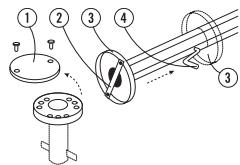

Fig. 2
- Smontare il bullone di unione palo/tubo portante chiudibile (1) (Fig. 2).